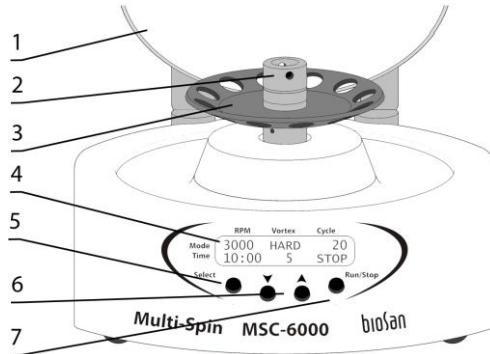

Рисунок 3. **MSC-3000** и **MSC-6000**
4.4.2 **MSC-3000 и MSC-6000.** Чтобы сменить ротор (рис. 3/3), откройте крышку прибора.
Вставьте штифт для съёма ротора в отверстие в головке ротора (рис. 3/2). Удерживая ротор одной рукой, поверните головку ротора против часовой стрелки, используя стержень как рычаг. Смените ротор и зафиксируйте его. Закройте крышку и отключите блок питания от сети.
5.4.1 Подключите блок питания к сетевой розетке с заземлением. Загорится дисплей (рис. 3/4) и разблокируется крышка (модель **MSC-6000**).
5.4.3 **Установка параметров.** Нажмите кнопку **Select** (рис. 3/5) для выбора изменяемого параметра. Каждое нажатие кнопки **Select** последовательно по кругу активирует параметры. Активный параметр мигает. Используйте кнопки **▲** и **▼** (рис. 3/6) для установки необходимого значения. Если нажать и удерживать кнопку дольше 2 с, значения меняются быстрее.
5.4.4 Нажмите кнопку **Run/Stop** (рис. 3/7) чтобы начать программу. Дисплей покажет индикацию RUN (рис. 7/2) и, для **MSC-6000**, индикацию закрытой крышки (/), рис. 7/1).